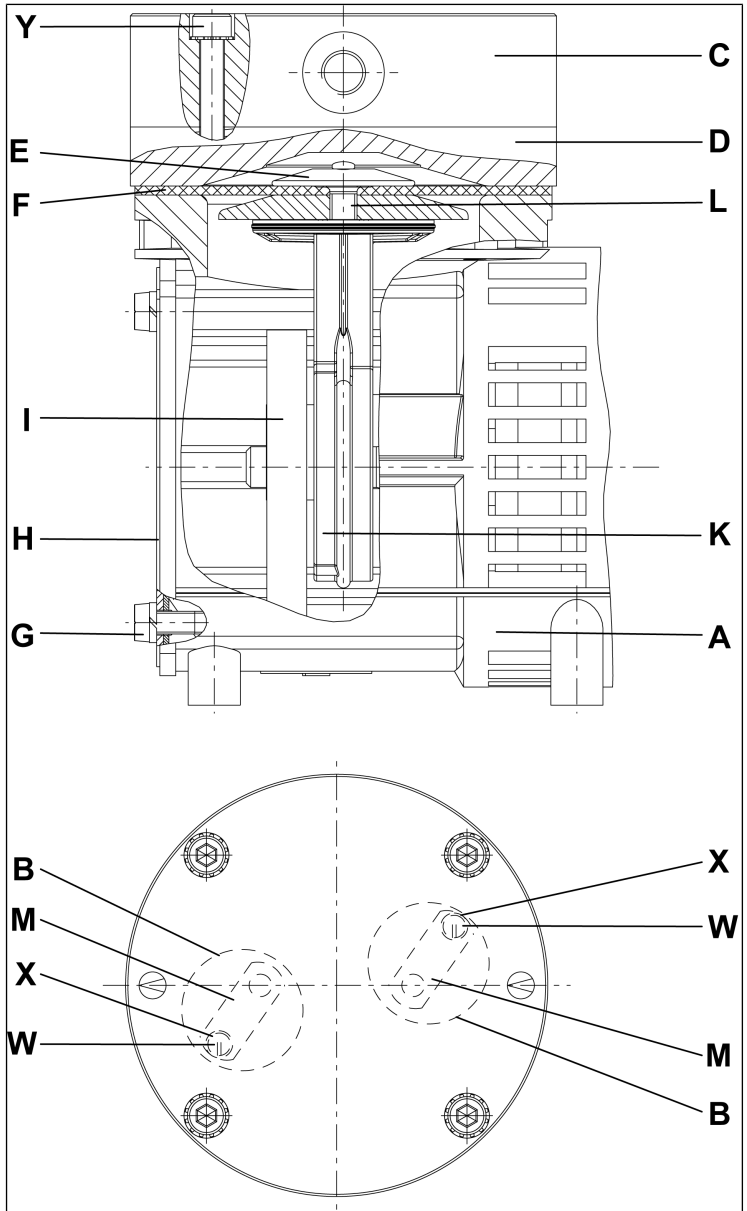

Fig.7: Elementi pompa per modelli di pompe con teste e molle valvole lisce (acciaio inox; l'illustrazione ha solo scopo simbolico)
**come da capitolo Fig. 7
i I seguenti numeri di posizione si riferiscono agli Fig. 7.